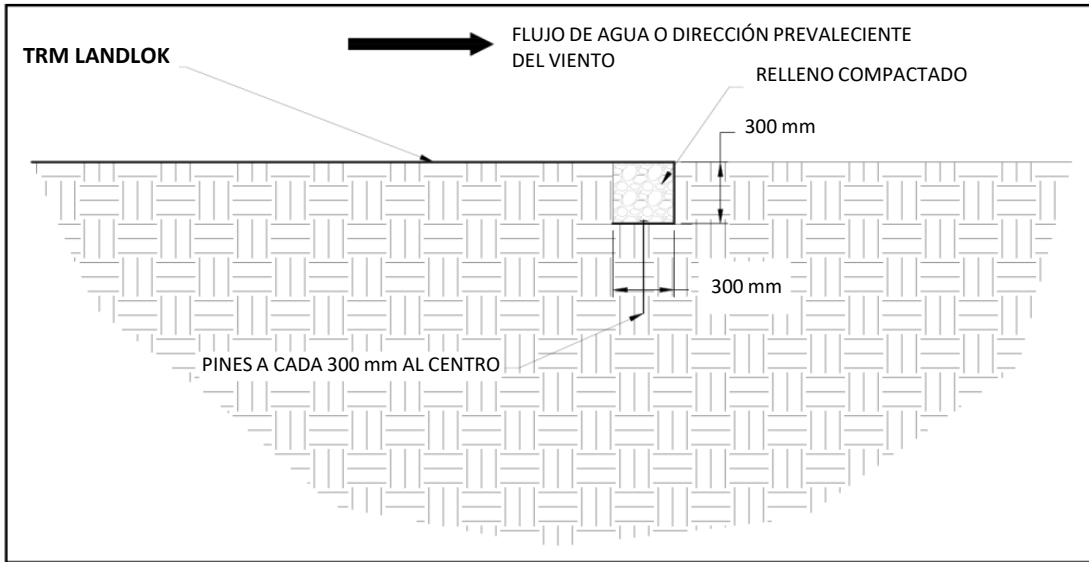

Figura 1: Zanja de inicio de canal (IC)
3. Excave una zanja de inicio de canal (IC) de mínimo 300 mm x 300 mm a través del canal en el extremo aguas abajo del proyecto (Figura 1). Pudiera requerirse una zanja IC mas profunda y/o revestimiento rígido para canales que pudieran socavarse.